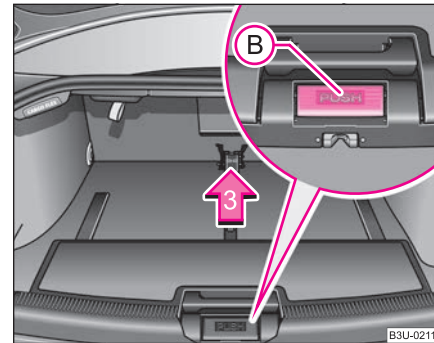

Fig. 84 Asigurarea cutiei pliante
- Apăsăți tasta „PUSH”  ⇒ fig. 84 și împingeți cutia pliantă cu atenție în poziția mediană.